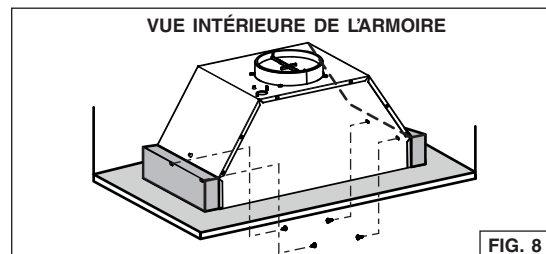
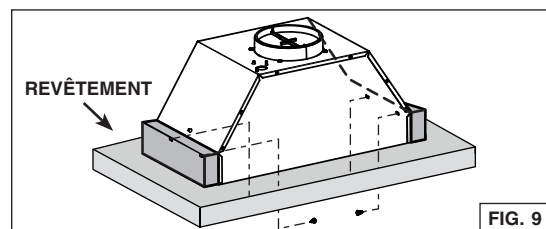

FIG. 8
FIG. 9
6. Insérer la hotte dans l'armoire (Fig. 8) et la fixer aux blocs de bois installés précédemment à l'aide de (4) vis à bois incluses dans le sachet de pièces (2 vis par côté) (Fig. 9).
7. Pour une installation dans une armoire sans base, insérer la hotte encastrable dans le revêtement d'armoire. Installer 2 blocs de bois d'une hauteur minimale de 2½ po et de 10¼ po de long (non inclus), sur le dessus du revêtement ainsi qu'à gauche et à droite de la hotte. Fixer la hotte aux blocs de bois à l'aide de (4) vis à bois incluses dans le sachet de pièces (2 vis par côté) (Fig. 9).